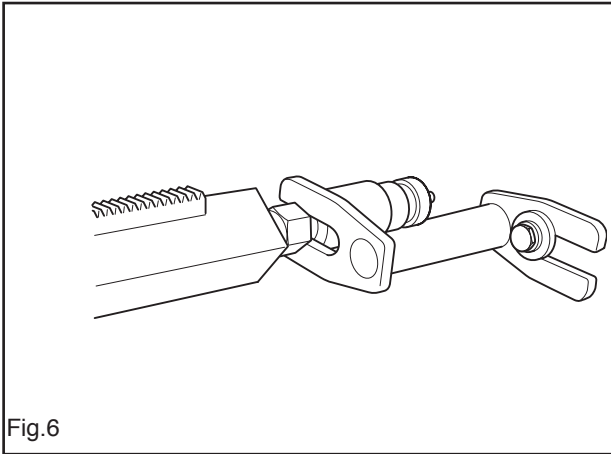

Fig.6
- Para una mayor fijación de la columna de perforación se puede usar la fijación de expansión (accesorio extra) (fig. 6). La fijación se ajusta contra el tornillo de puntal y se fija en la pared con un tornillo de expansión. Fijar con una tuerca de seguridad de 30 mm.
- Para uma melhor fixação da coluna de perfuração pode-se usar a fixação de expansão (acessório extra) (Fig. 6). A fixação pode ser ajustada contra o parafuso de escora e fixada à parede com um parafuso de expansão. Fixar com porca de segurança 30 mm.
- An expander attachment (extra accessory) can be used to further secure the drill column. (Fig. 6). The attachment is adjusted against the support column screw and is secured on the wall with an expansion bolt. Secure with the locking nut 30 mm.